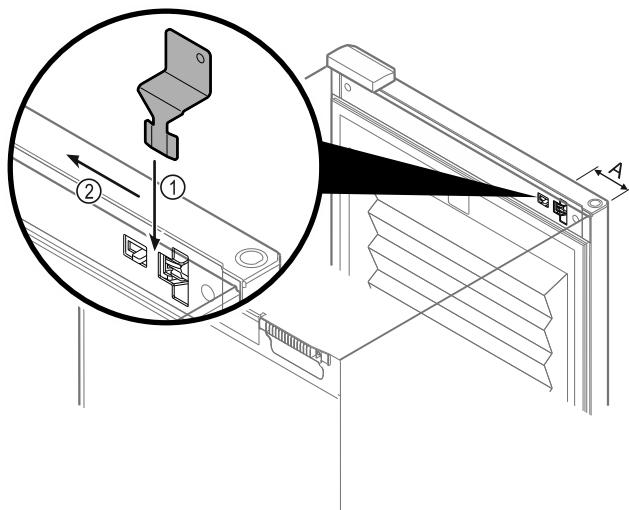

Fig. 106
- ▶ Postavite ključ za sigurnosno deblokiriranje na odgovarajuće mjesto Fig. 106 (A) ≈ 100 mm.
- ▶ Utaknite ključ za sigurnosno deblokiriranje između vrata i trupa uređaja odozgo do graničnika Fig. 106 (1).
- ▶ Povucite ključ za sigurnosno deblokiriranje u smjeru strane sa šarkama Fig. 106 (2).